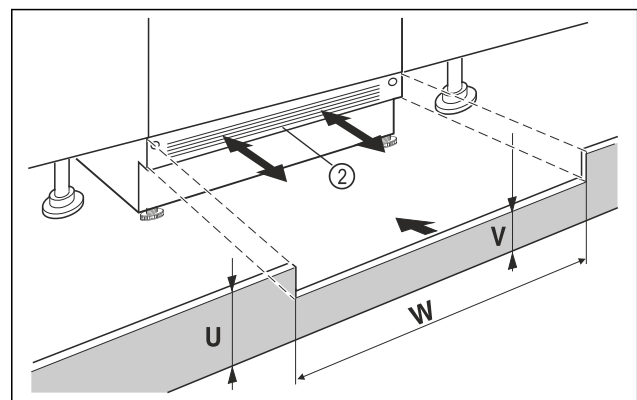

Fig. 69 Beispielhafte Darstellung
- ▶ Gerätesockelblende Fig. 69 (2) aufsetzen aber noch nicht fixieren.
- ▶ Bei sichtbarer Sockelblende *Fig. 69 (2)*, diese so weit nach vorn ziehen, dass Vorderkante Lüftungsgitter und Möbelsockelblende eine Ebene bilden.
- ▶ Bei verdeckter Sockelblende *Fig. 69 (2)*, diese ganz nach hinten schieben.
- ▶ Auf komplett freie Lüftungsschlitze achten: Bei Bedarf Höhe der Möbelsockelblende *Fig. 69 (U)* zuschneiden!
- ▶ Entlang der Nischenbreite *Fig. 69 (W)* die Steghöhe *Fig. 69 (V)* unter der Gerätesockelblende *Fig. 69 (2)* einpassen.